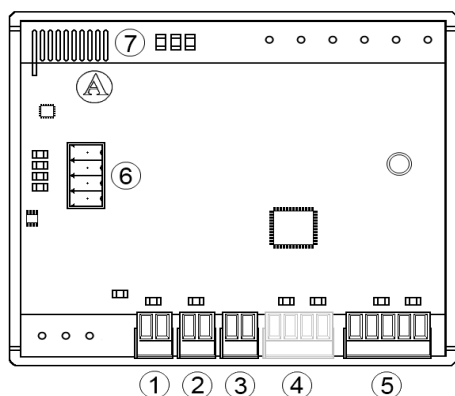
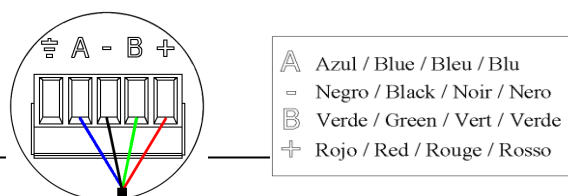

Fig. 36
Fig. 37
El módulo de zona individual (Fig. 36) **es un elemento que se conecta al bus de expansión de la central**. Se realiza mediante una borna de 5 pines ⑤. Para ello fije el cable con los tornillos de la borna, **respetando el código de colores asociado a la serigrafía** (Fig. 37).